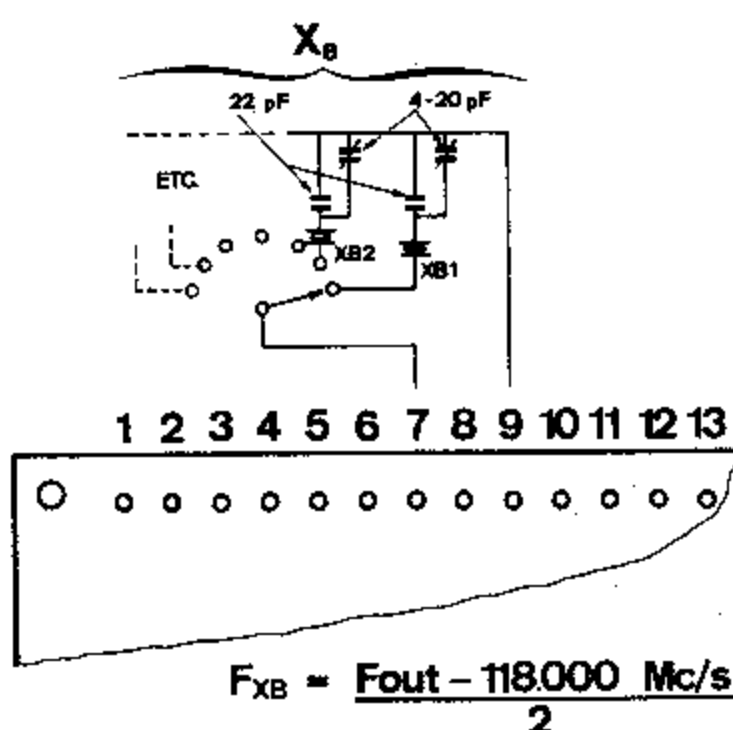

FIG. 5
A) mediante dei quarzi commutati opportunamente sul relativo oscillatore (quarzo X_B); la disposizione circuitale e la frequenza dei quarzi si ricavano dalla fig. 5. Esempio: il canale 145.000 Mc/s si ottiene con un quarzo X_B da 13,500 Mc/s.